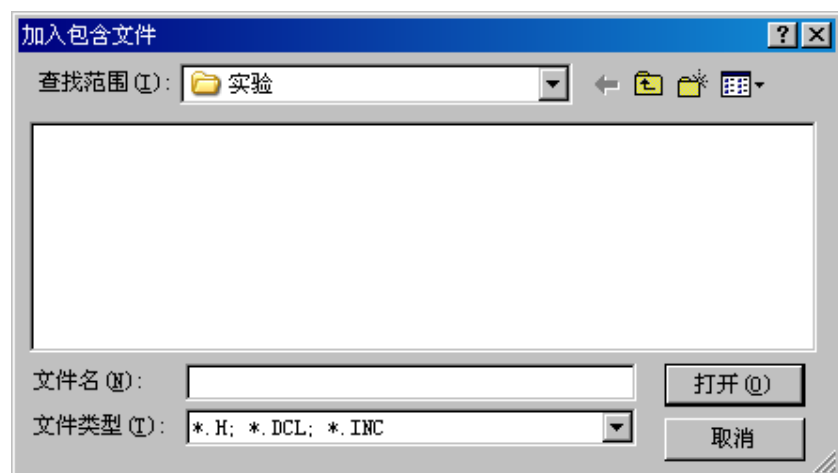

图 6.13 加入包含文件窗口
②加入包含文件。在加入包含文件对话框中，选择所要加入的包含文件（可多选）。包含文件通常用于多模块或高级语言编程中，如果没有包含文件，按取消键，如图6.13所示。